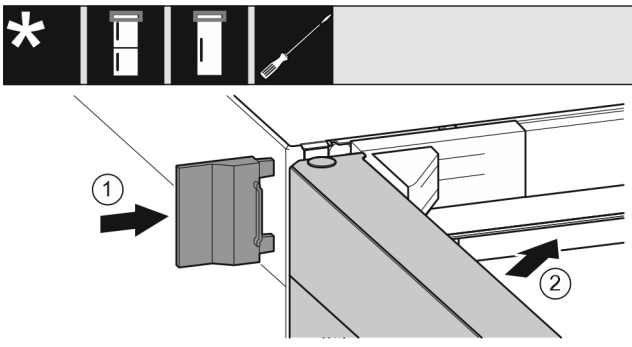

Fig. 27
- ▶ Vnější kryt Fig. 27 (1) nasuňte.
- ▶ Zavřete horní dveře Fig. 27 (2).